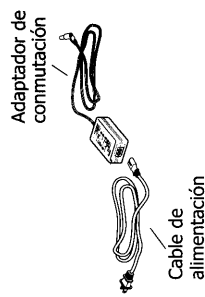

Figura 3
- 1 Conecte el cable de alimentación en el adaptador de alimentación. Véase Figura 3. Asegúrese de insertar el conector hasta el tope.